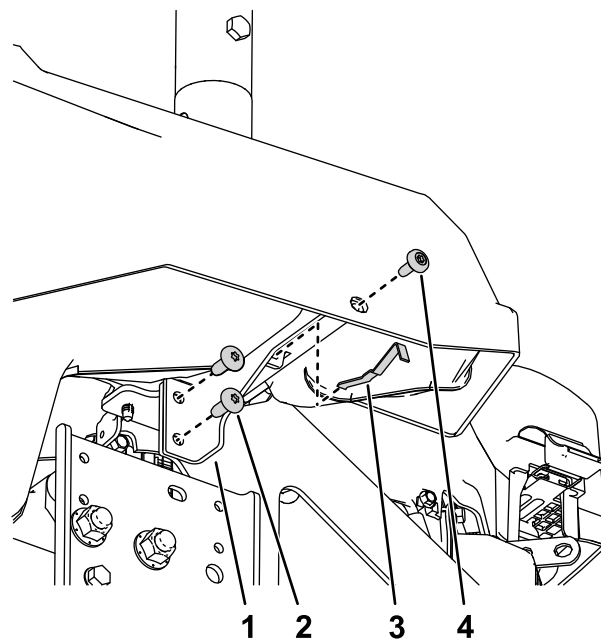

図 9
3. 左ポッドブラケットを機体フレームに取り付ける **タップねじ $5/16$  x  $\frac{3}{4}$ " 2 本と 1 マシンの準備を行う (ページ 3) で取り外した部品を使用して **図 9** のように取り付ける。**